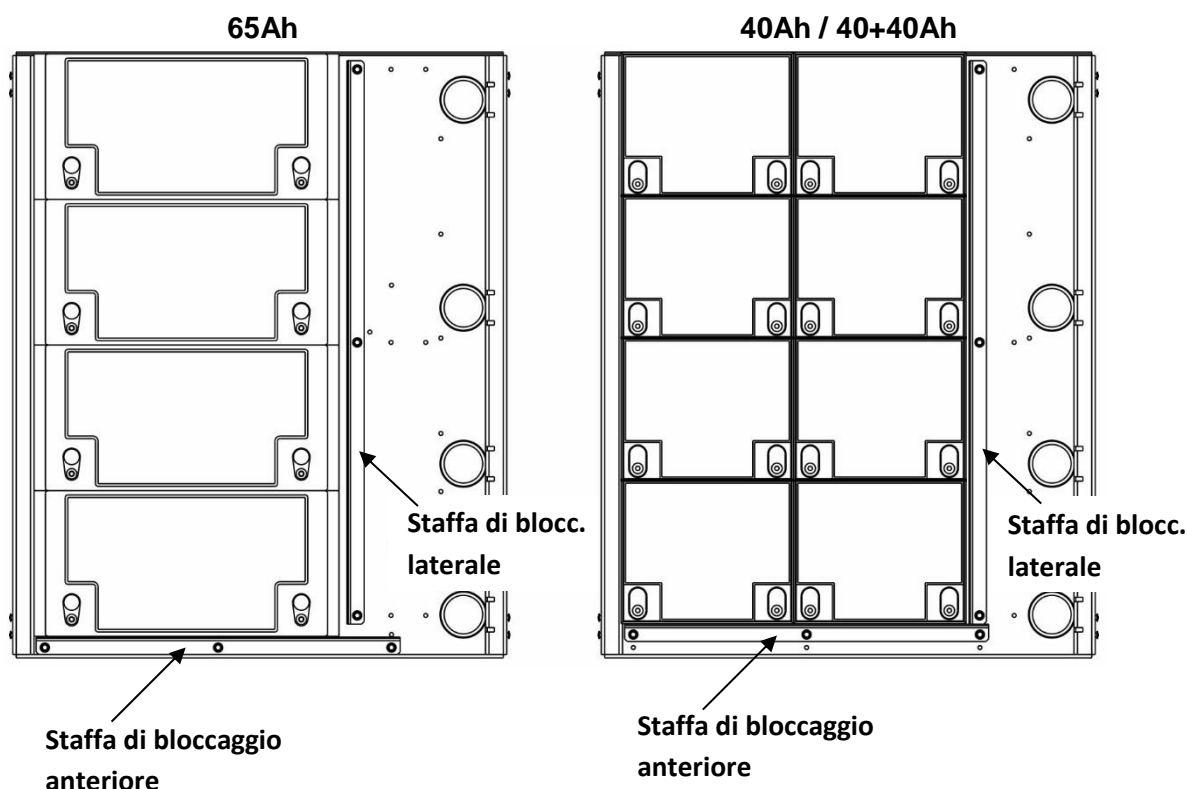

Fig. 3
- Rimuovere le staffe di bloccaggio anteriori dai vari piani. Posizionare le batterie su ogni piano come in Fig. 3. Per agevolare l'inserimento delle batterie nei piani è possibile utilizzare l'apposito accessorio (vedi capitolo "Accessorio montaggio batterie").